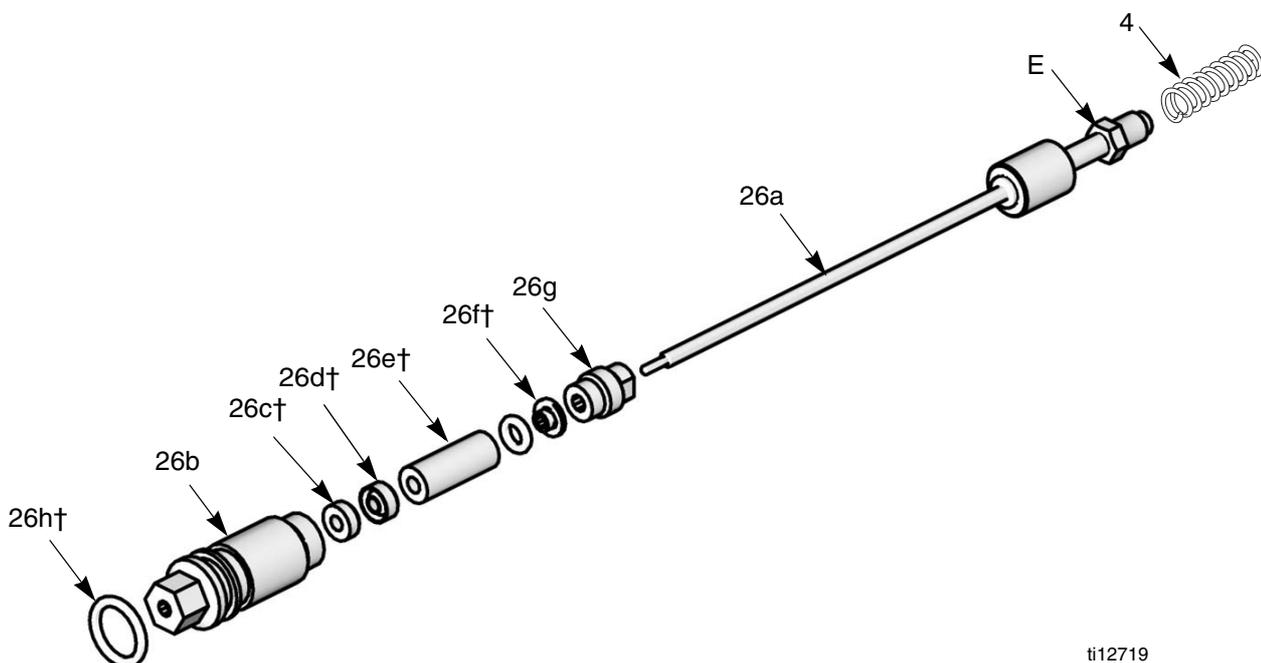

Fig. 15. Empanque do eixo
1. Coloque a porca do empanque (26g) e vedante (26f†) no eixo do fluido (26a). As superfícies da porca do empanque devem estar viradas para a parte de trás do eixo do líquido. A junta circular do vedante deve ficar distante da porca de empanque. Consulte FIG. 15.
2. Encha a cavidade interna do espaçador (26e†) com a graxa dieléctrica (40). Coloque o espaçador no eixo do fluido (26a) na direcção mostrada. Aplique com abundância massa lubrificante dieléctrica para fora do espaçador.
6. Instale a mola (4) contra a porca (E), conforme mostrado.
7. Instale a montagem do empanque do eixo (26) na base da pistola. Use a multi-ferramenta (37), aperte a montagem até que fique ajustada.
8. Instale o accionador (30) e parafusos (8).